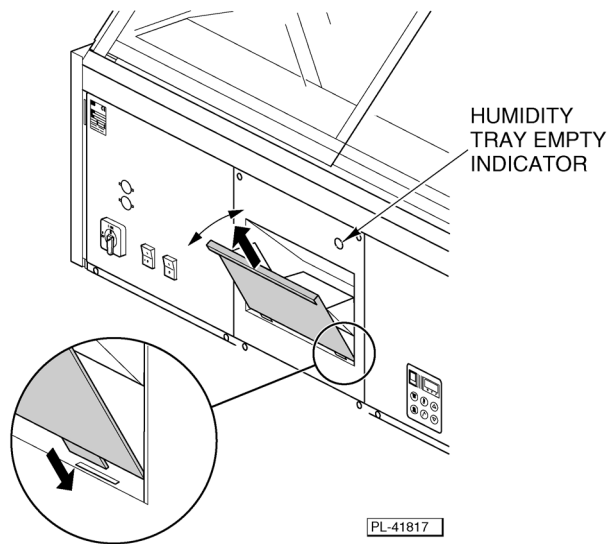

Fig. 38
2. Open humidity tray door (Fig. 38).